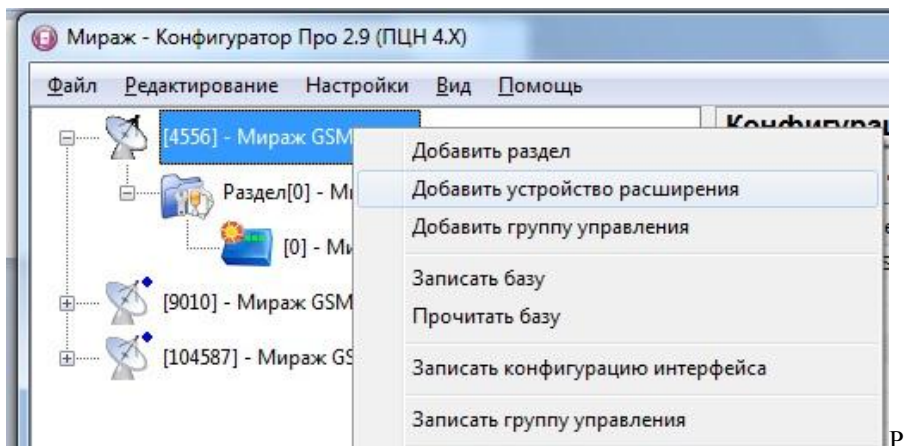

Рис.6 Добавление устройства расширения
2.3.3.4 Для интеграции с коммуникатором RS202TD, необходимо добавить устройство расширения Модуль «Мираж-Риф Стринг». Для этого щёлкнуть правой кнопкой мыши по устройству и в выпадающем меню выбрать пункт *Добавить устройство расширения* (см. рисунок 6).